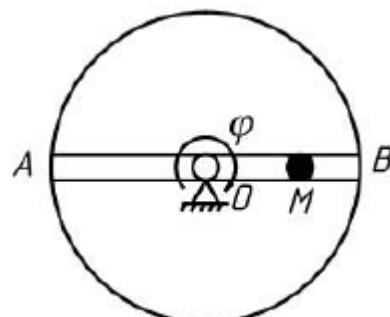

Рис. 2.3
3. Диск вращается вокруг оси, перпендикулярной к плоскости диска и проходящей через его центр, по закону $\varphi = t^2$. По пазу, вдоль диаметра AB движется ползун M по закону $s = OM = 50\sqrt{2} \sin 2t$ (s – в см, t – в сек) (рис. 2.3). В момент $t = \pi/8$ сек определить: 1) абсолютную скорость ползуна; 2) его абсолютное ускорение.